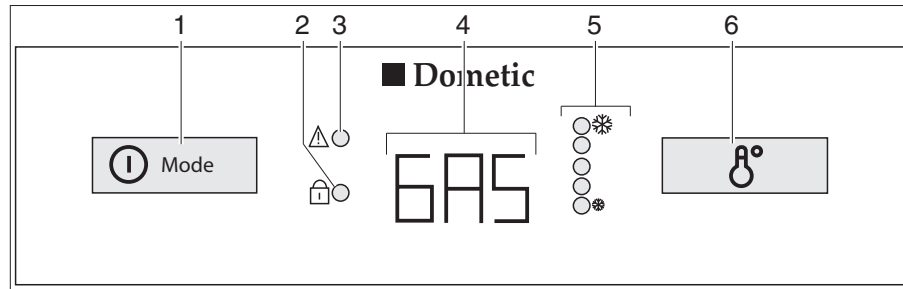

Fig. 324 Elementi di comando per il frigorifero (serie Dometic 8 con AES)
In caso di guasti il relativo indicatore LED "⚠" (Fig. 324,3) lampeggia.
Se l'alimentazione a 230 V **non** è allacciata e il motore del veicolo è **spento**, il sistema AES seleziona il rifornimento di gas. Selezionando il funzionamento a gas, il dispositivo di sicurezza si apre automaticamente, così che il gas possa fluire al bruciatore. Contemporaneamente si inserisce l'accenditore elettronico. Se la fiamma del gas si spegne, p. es. a causa di un colpo di vento, l'accenditore viene subito azionato riaccendendo il gas. In caso di guasti nel funzionamento a gas, nell'indicazione di funzionamento (Fig. 324,4) lampeggia la scritta "GAS".
Dopo l'accensione il frigorifero seleziona automaticamente la regolazione intermedia del termostato. Questa impostazione può essere modificata manualmente con l'interruttore per la regolazione della temperatura (Fig. 324,6). Gli indicatori LED (Fig. 324,5) visualizzano la temperatura selezionata sul termostato. Con l'interruttore viene regolata la temperatura di refrigerazione per tutti i tre tipi di energia. Ci vogliono alcune ore prima che il frigorifero raggiunga la temperatura normale di esercizio. Cambiando la modalità di funzionamento la regolazione del termostato non viene modificata. La temperatura di refrigerazione è indipendente dal tipo di energia utilizzata.
- Premere l'inseritore/selettore di energia (Fig. 324,1) per 2 secondi, per accendere l'apparecchio. L'ultima modalità di funzionamento prescelta viene visualizzata nell'indicazione di funzionamento (Fig. 324,4).
- Con l'inseritore/selettore di energia (Fig. 324,1) selezionare il tipo di energia.
- Regolare la temperatura di refrigerazione sull'interruttore per la regolazione della temperatura (Fig. 324,6). Gli indicatori LED (Fig. 324,5) visualizzano la regolazione del termostato prescelta.
- Premere l'inseritore/selettore di energia (Fig. 324,1) per 2 secondi. Cancellare tutte le indicazioni.